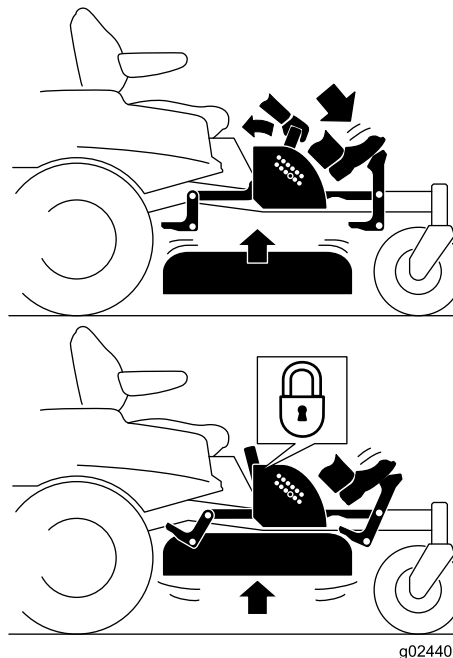

Figura 27
- Premete il pedale di sollevamento del piatto di taglio per sollevare il piatto di taglio; premete fino a quando il piatto si blocca in posizione di trasporto (Figura 27).
- Col piede premete il pedale di sollevamento del piatto e tirate indietro la stegola di blocco per il trasporto per sbloccare la posizione di blocco per il trasporto (Figura 27).
4. Col piede premete il pedale di sollevamento del piatto e tirate indietro la maniglia per sbloccare la posizione di blocco per il trasporto (Figura 27).